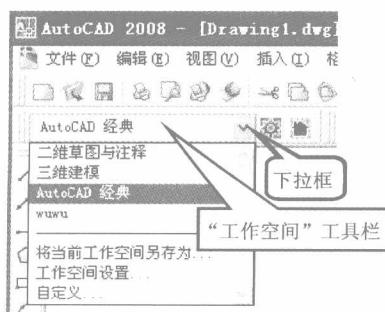

图 1.2 “工作空间”工具栏
- (1) 双击桌面上 AutoCAD 的快捷图标 , 进入 AutoCAD 的经典界面。若不是默认的 AutoCAD 经典界面, 则需在“工作空间”工具栏的下拉框中选择, 如图 1.2 所示。
- (2) 单击菜单栏中的“工具” >> “选项”, 进入